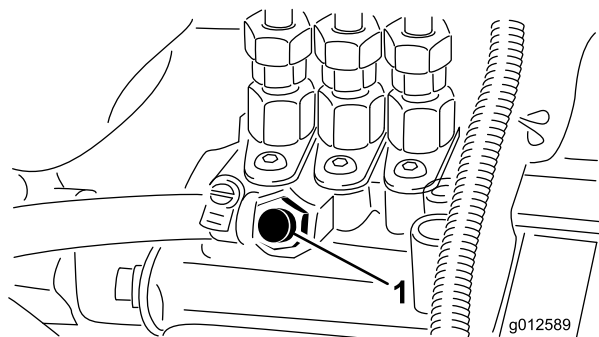

Figura 31
5. Abra el tornillo de purga de aire de la bomba de inyección de combustible (Figura 31).